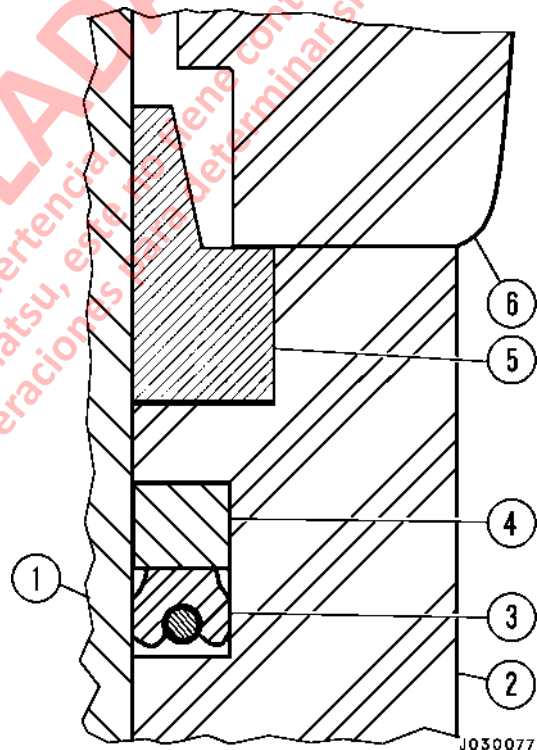

FIGURA 3-6. MONTAJE DEL SELLO DEL CUERPO DE LA VÁLVULA
1. Monte primero el sello poly-pak (3, Figura 3-6) en la ranura del sello. Coloque el sello en la ranura de modo que el O-Ring interno que está dentro del sello poly-pak quede mirando hacia abajo hacia el fondo de la válvula.